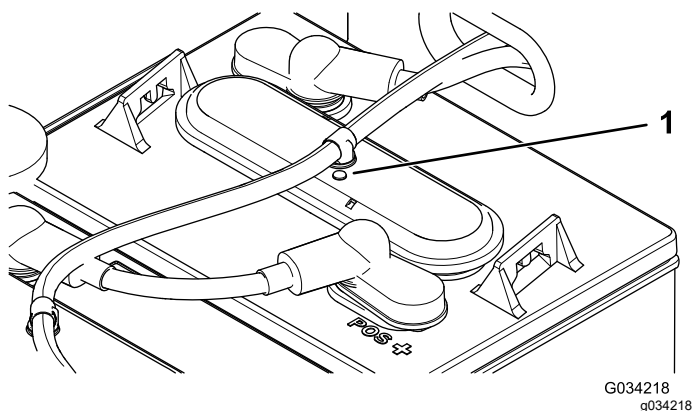

Figura 37
3. Verificați ochiurile de pe fiecare baterie pentru a vedea dacă sunt negre sau albe (Figura 37).